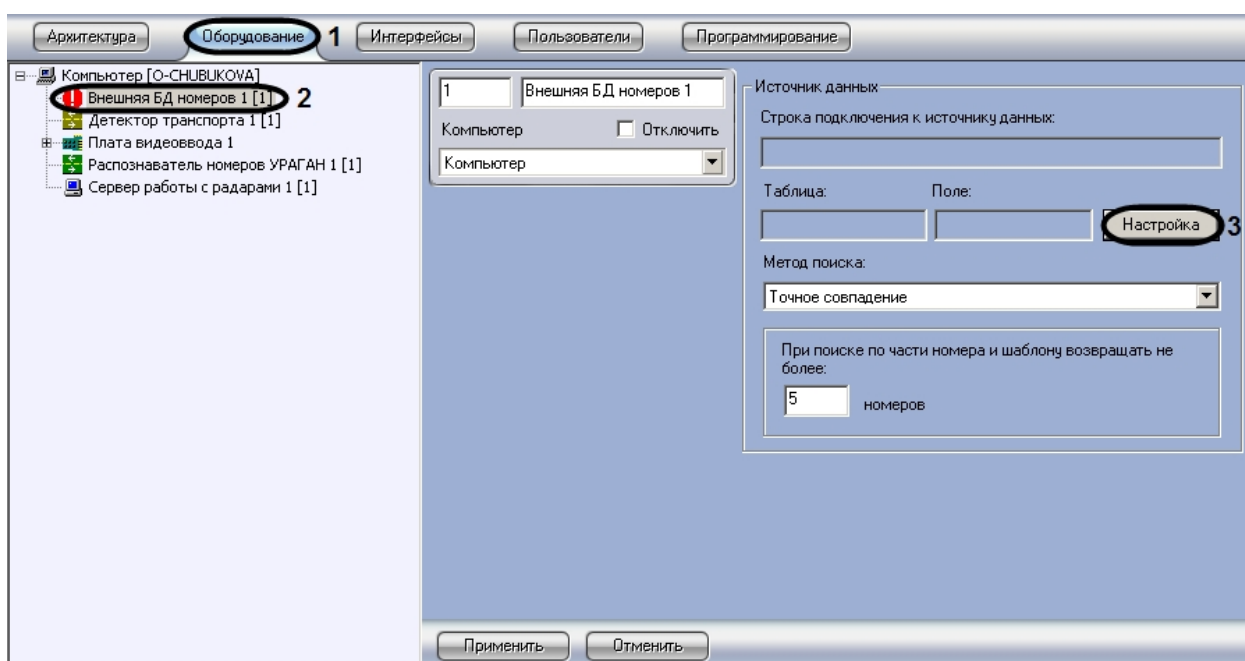

Рис. 82. Подключение внешней базы данных.
1. Перейти на вкладку «Оборудование» диалогового окна «Настройка системы» (см. Рис. 82, 1).
2. Выбрать в дереве объект «Внешняя БД номеров» (см. Рис. 82, 2).
3. Нажать кнопку «Настройка» для вывода диалогового окна «Setup connection» (см. Рис. 82, 3).
Для сохранения внесенных изменений необходимо нажать кнопку «Применить» (см. Рис. 82).